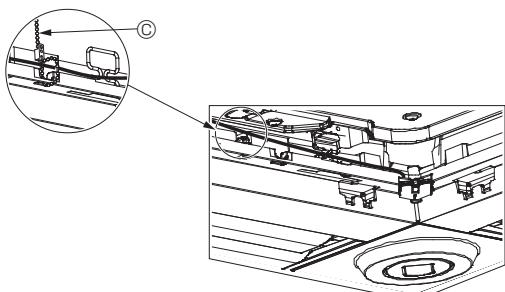

Fig. 10-12
- i-See-Sensor- und Signalempfängerkabel mit dem Kabelbinder so an der Platte sichern (siehe Abbildung), dass kein Kabel durchhängt und dann das überstehende Kabelbinderende abschneiden. (Fig. 10-12)
- Wenn die Position des i-See-Sensors von “○” (E) auf “□” (F) geändert worden ist, ebenfalls die Funktionseinstellungen ändern. (Siehe Seite 28.)